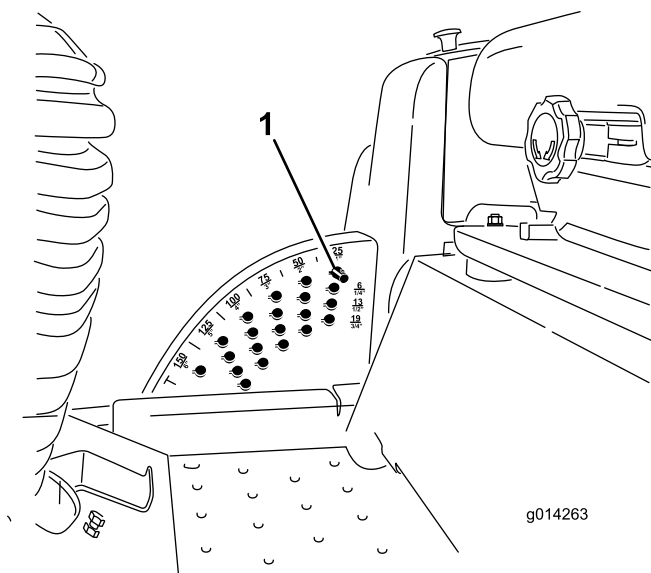

Figure 18
Remarque: Pour bloquer le plateau de coupe/l'accessoire en position relevée, levez le plateau au-delà de la position 15 cm, retirez la goupille de butée de hauteur de coupe (voir Réglage de la hauteur de coupe), et placez-la à la position 15 cm (Figure 18).
1. Lorsque le moteur tourne, repoussez la commande de relevage plateau de coupe en arrière jusqu'à ce que le plateau soit complètement relevé et **relâchez immédiatement la commande** (Figure 18).
2. Pour régler la hauteur de coupe, tournez la goupille de butée jusqu'à ce que la saillie s'aligne sur les fentes dans les trous du support de hauteur de coupe et déposez-la (Figure 18).
3. Placez la goupille dans le trou du support correspondant à la hauteur de coupe voulue et tournez-la pour la verrouiller en place (Figure 18).
Remarque: Il y a quatre rangées de trous (Figure 18). La première rangée donne la hauteur de coupe indiquée au-dessus de la goupille. La deuxième rangée donne la hauteur indiquée plus 6 mm. La troisième rangée donne la hauteur indiquée plus 12 mm. La dernière rangée donne la hauteur indiquée plus 18 mm. Un seul trou, situé dans la deuxième rangée, correspond à la hauteur 15,2 cm. Il n'ajoute pas 6 mm à la hauteur de 15,2 cm.